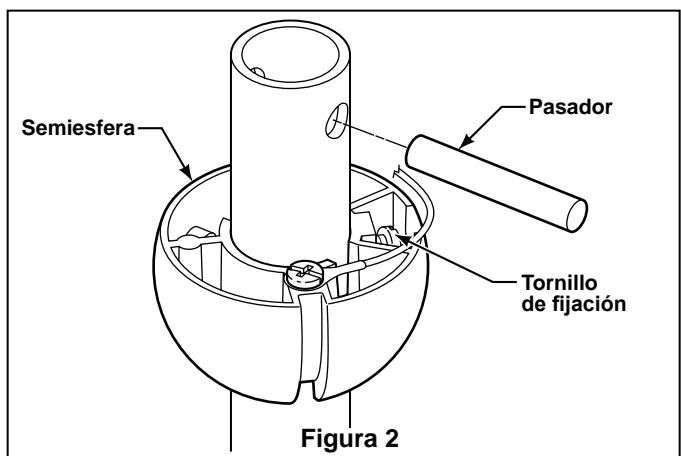

Figura 2
2. Afloje el tornillo de fijación de la semiesfera para lograr que ésta pueda desplazarse libremente por el barral. (Figura 2) Retire el pasador del barral y luego extraiga la semiesfera. Conserve el pasador y la semiesfera para su reinstalación en el Paso 6.